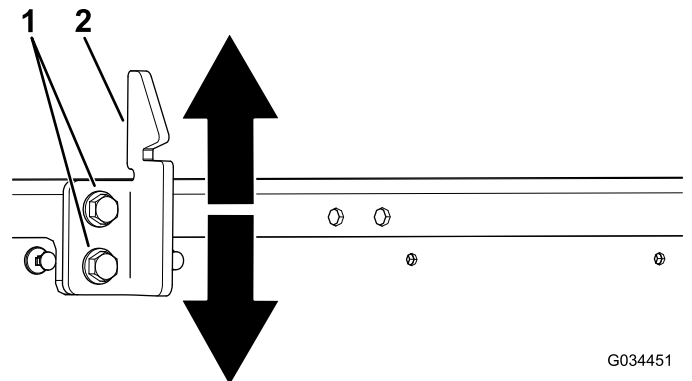

Bild 54
3. Lösen Sie die zwei Schrauben am Schlagbolzen des Ladepritschenriegels und bewegen Sie den Schlagbolzen nach oben oder unten, je nachdem, ob der Schlagbolzen zu hoch oder zu niedrig ist (Bild 54).
4. Ziehen Sie die zwei Schrauben am Schlagbolzen des Ladepritschenriegels an (Bild 54).